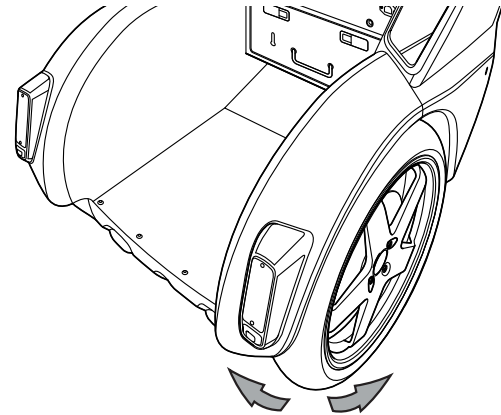

Abbildung 47: Überprüfen der Reifen-/Rad-Baugruppe auf Unwucht
3. Überprüfen Sie das Rad auf unrunder Lauf, indem Sie die Reifen-/Rad-Baugruppe festhalten und versuchen, sie von einer Seite zur anderen zu bewegen (**Abbildung 47**). Die Reifen-/Rad-Baugruppe sollte sich nicht seitlich bewegen lassen.